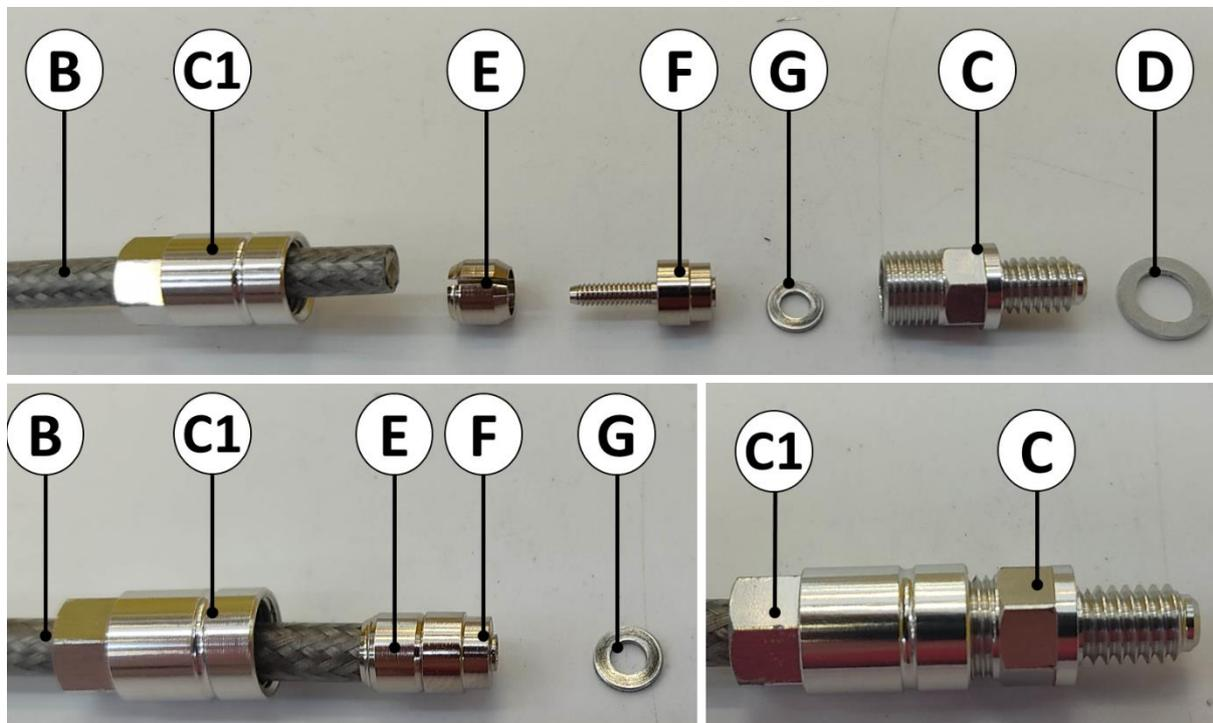

Figura 31: Sequenza di montaggio raccordi
- 6) Calare la boccola in acciaio con inserto esagonale lato tubo **C1** sulla spina filettata **F**, ed inserire la rondellina di tenuta interna **G** all'interno dell'incavo così ottenuto (**Figura 31**)